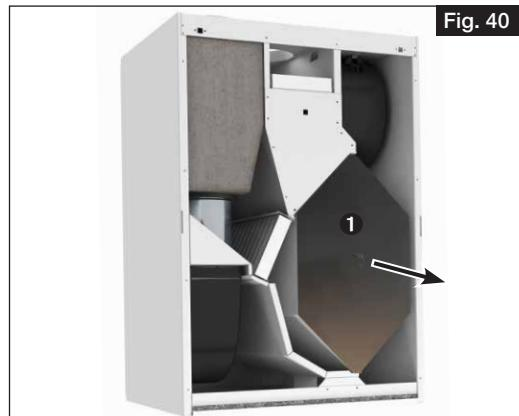

Fig. 40
3. Retirer l'échangeur à contre-courant ① avec précaution de l'appareil (voir Fig. 40).